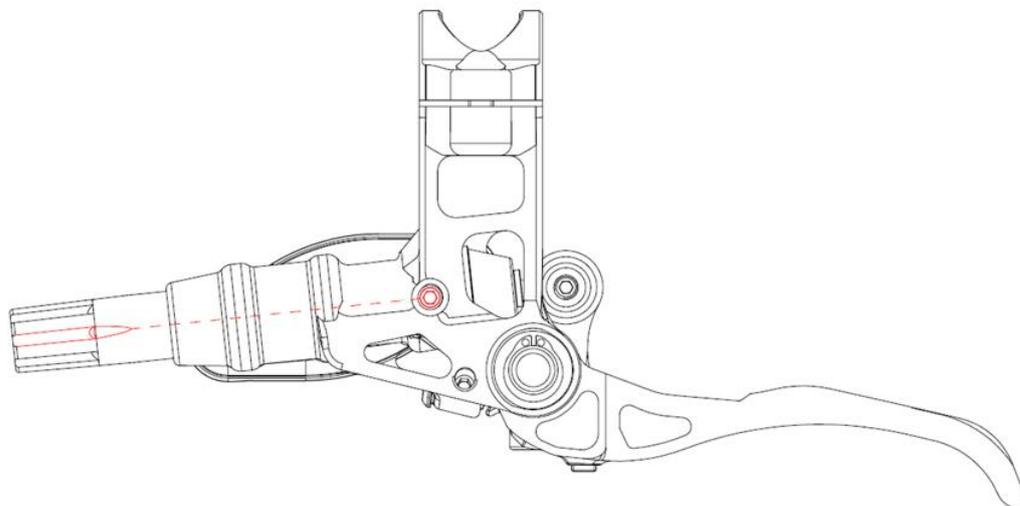

Figura 21: Allineamento corretto cartuccia - grano
- 8) Reinscrivere la cartuccia **E** nel corpo pompa, facendo attenzione ad allineare una delle quattro tacche più lunghe all'estremità con il foro di alloggiamento del grano **A** (si veda **Figura 21**)